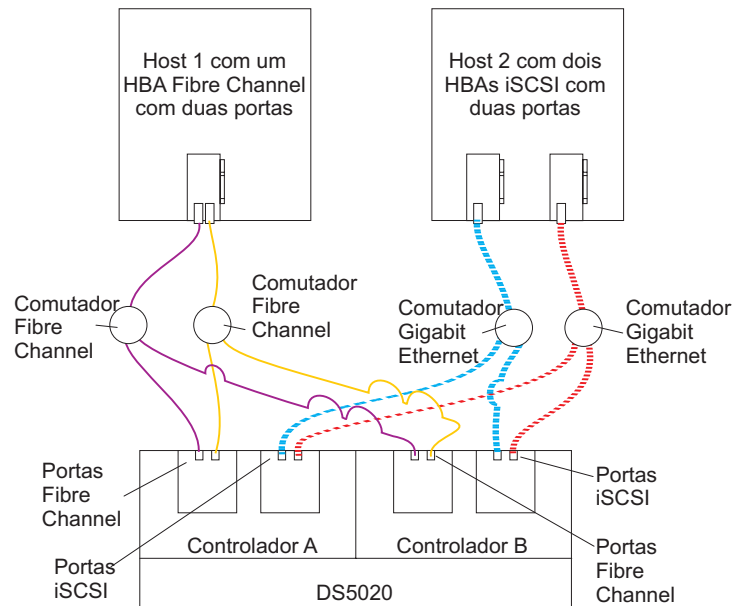

Figura 65. Exemplo de uma configuração de múltiplos hosts com múltiplas portas e com múltiplos comutadores
- Configuração de múltiplos hosts com múltiplos comutadores, como mostrada na Figura 65 na página 97
A Figura 65 na página 97 mostra um exemplo de uma configuração de múltiplos hosts com múltiplas portas e múltiplos comutadores.